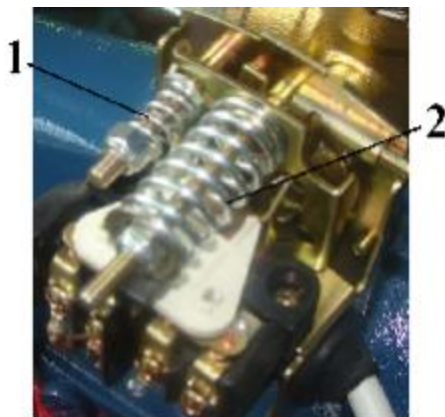

Рис. 4
- большая пружина 2 (включение), регулирует нижний уровень давления (см. Рис. 4):
- малая пружина 1 (выключение), регулирует верхний уровень давления (см. Рис.4)